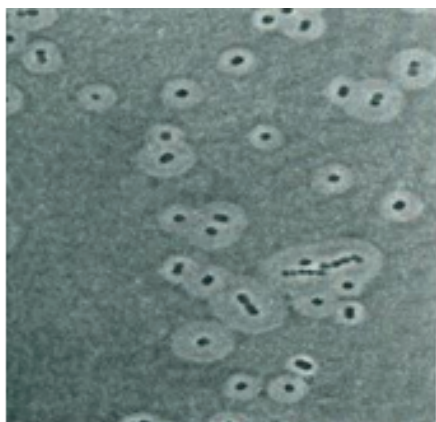

Figura 14. Coloración de cápsula con tinta china.
7. Examine al microscopio: observar la cápsula como un halo transparente sobre fondo oscuro. La bacteria se percibe de un color rosa (Figura 14).